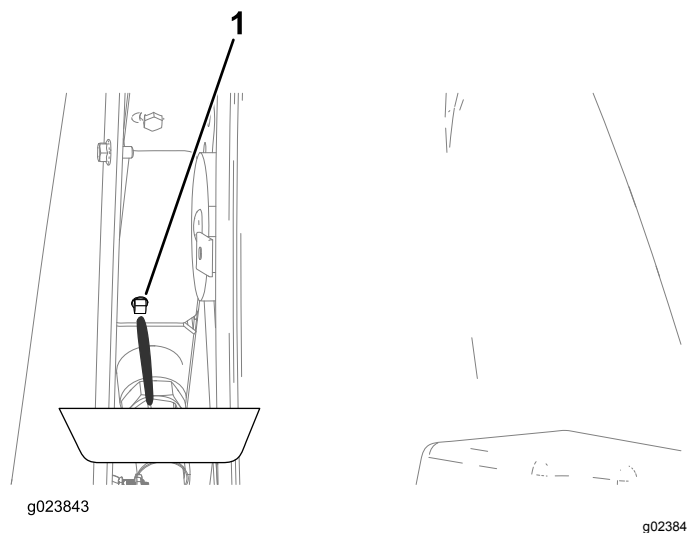

Bild 111
4. Stellen Sie eine Auffangwanne unter die Ablassschraube (Bild 111).
7. Schließen Sie die Ablassschraube (Bild 111).
- C. Schließen Sie die Ablassschraube (Bild 111).
- H. Schließen Sie die Ablassschraube (Bild 111).